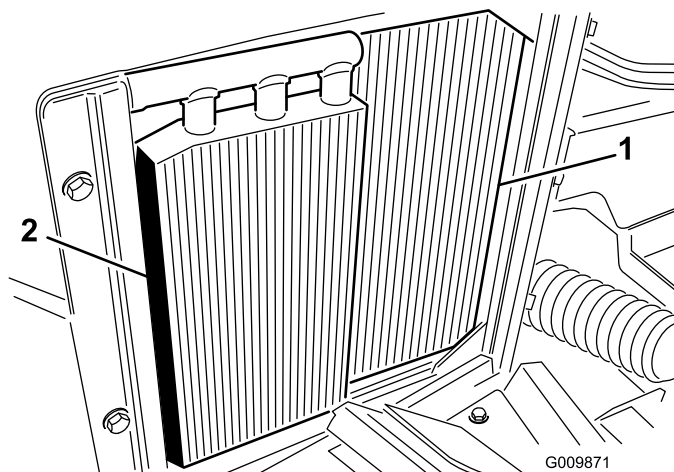

Figura 54
2. Pulverize o radiador com água ou utilize ar comprimido a partir da zona da ventoinha do radiador (Figura 54).
3. Limpe bem o dispositivo de arrefecimento de óleo (Figura 54) e retire quaisquer detritos que possam estar junto dos componentes.